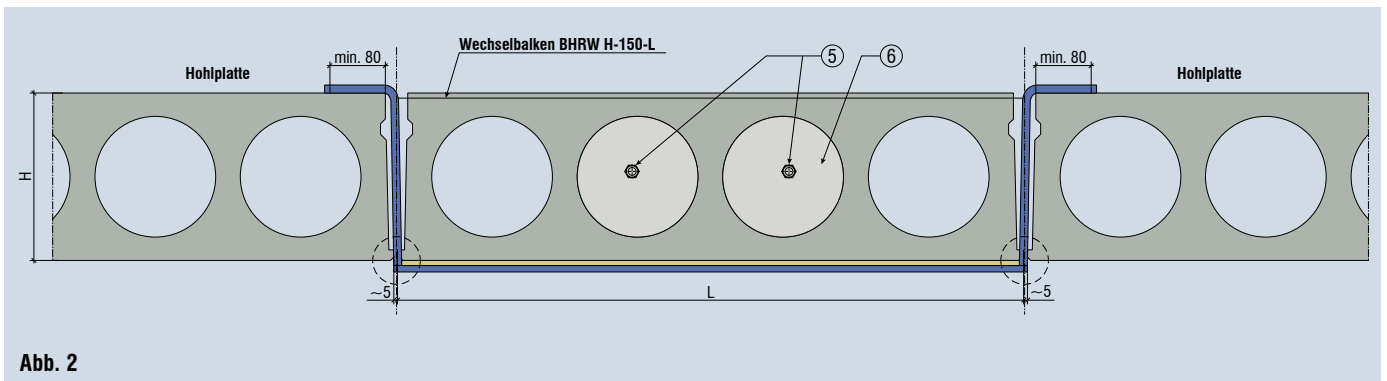

Abb. 2
- Das Detail der Verbindung der Auswechslung mit der Hohlplatte ist in Abb. 2 dargestellt.